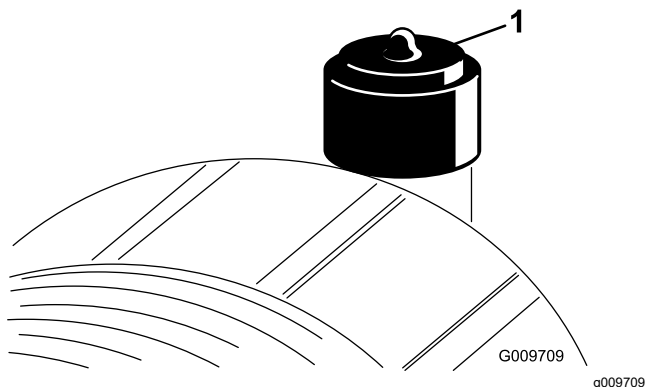

Figura 86
Faça a manutenção ao filtro de ar apenas quando o indicador de serviço (Figura 86) o exigir. Mudar o filtro de ar antes de ser necessário apenas aumenta a possibilidade de entrar sujeidade no motor quando se retira o filtro.
9. Reinicie o indicador (Figura 86) se este se apresentar vermelho.